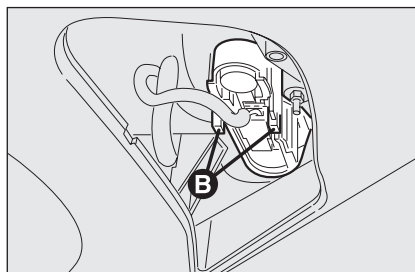

fig. 36
- ☐ estrarre il gruppo portalampe agendo sulle linguette di ritegno **B-fig. 36**;
- ☐ reinserire il gruppo portalampe fissandolo correttamente in posizione mediante le linguette di ritegno **B-fig. 36**;
- ☐ estrarre il gruppo portalampane agendo sulle linguette di ritegno **B-fig. 36**;
- ☐ reinserire il gruppo portalampane fissandolo correttamente in posizione mediante le linguette di ritegno **B-fig. 36**;